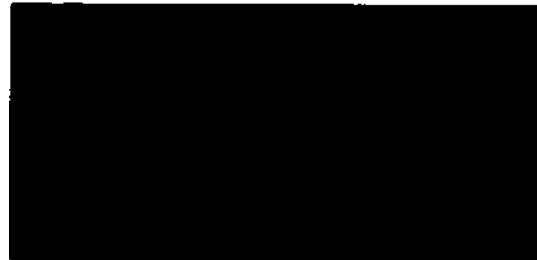

Рисунок 40. Конфигурирование пиктограмм
2. Перейти к **КОНФИГУРИРОВАНИЕ ПИКТОГРАММ (CONFIGURE ICONS)** и нажать **Выбрать (Select)** для выбора. Откроется экран **КОНФИГУРИРОВАНИЕ ПИКТОГРАММ (CONFIGURE ICONS)** (рисунок 40). Каждую из перечисленных пиктограмм можно сконфигурировать либо как **ДА (YES)** (отображать), либо как **НЕТ (NO)** (не отображать).